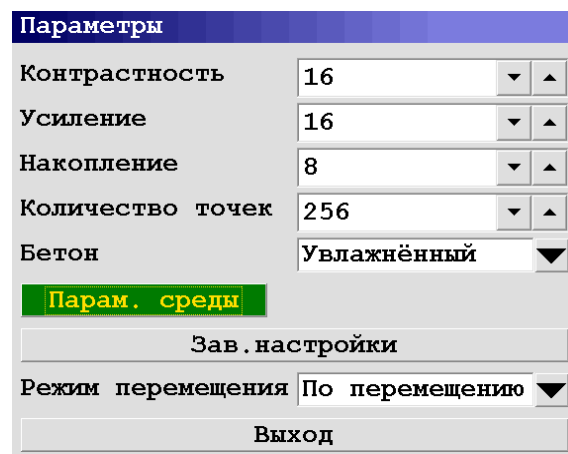

Рис. 5.15 - Меню «Параметры»
5. «Параметры» - предназначено для выбора параметров зондирования прибора (Рис. 5.15):